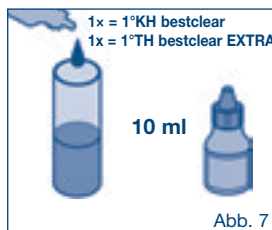

Abb. 7
1. Die Härte kann beim Wasserversorger erfragt werden oder mittels Schnelltest (Tröpfchentest, Abb. 7) bestimmt werden. Auf Basis der Karbonathärte und dem Anwendungsfall kann die Bypasseinstellung gewählt und die typische Filterkapazität aus Tabelle 1 in Kapitel 10 entnommen werden.